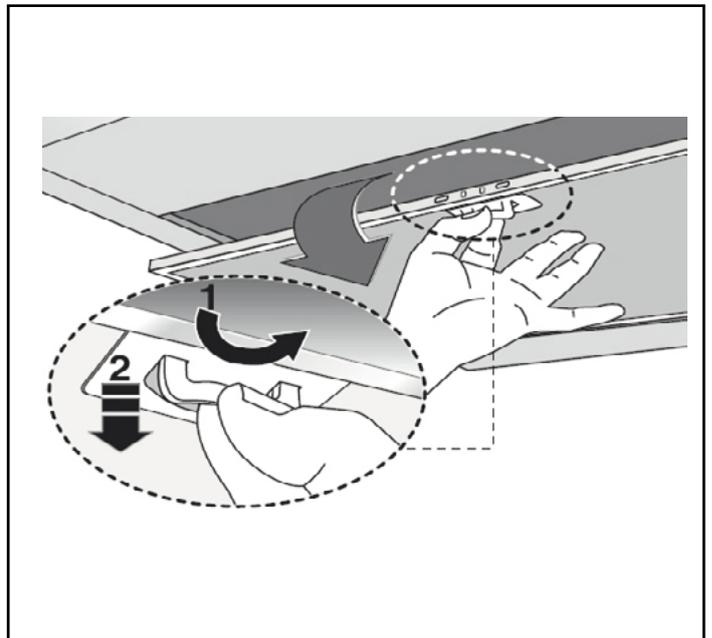

Fig.4
- Avant d'effectuer le montage, retirer le/les filtre(s). (**Fig.4**).
.- Retirer les filtres (**Fig.4**) et les laver avec une solution d'eau et de détergent liquide neutre, en laissant ramollir l'encrassement.